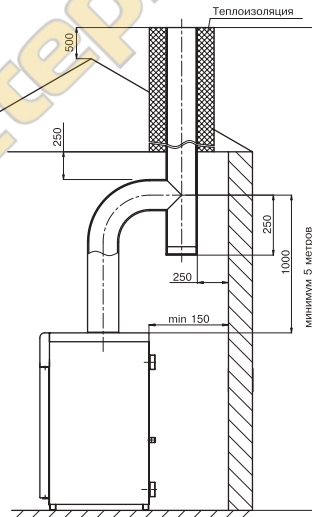

Рис. 5. Схемы монтажа дымохода
- 4.6. Устройство дымохода, к которому подключается котел, должно соответствовать СП42101-2003 «Общие положения по проектированию и строительству газораспределительных систем» (см. рис. 5).